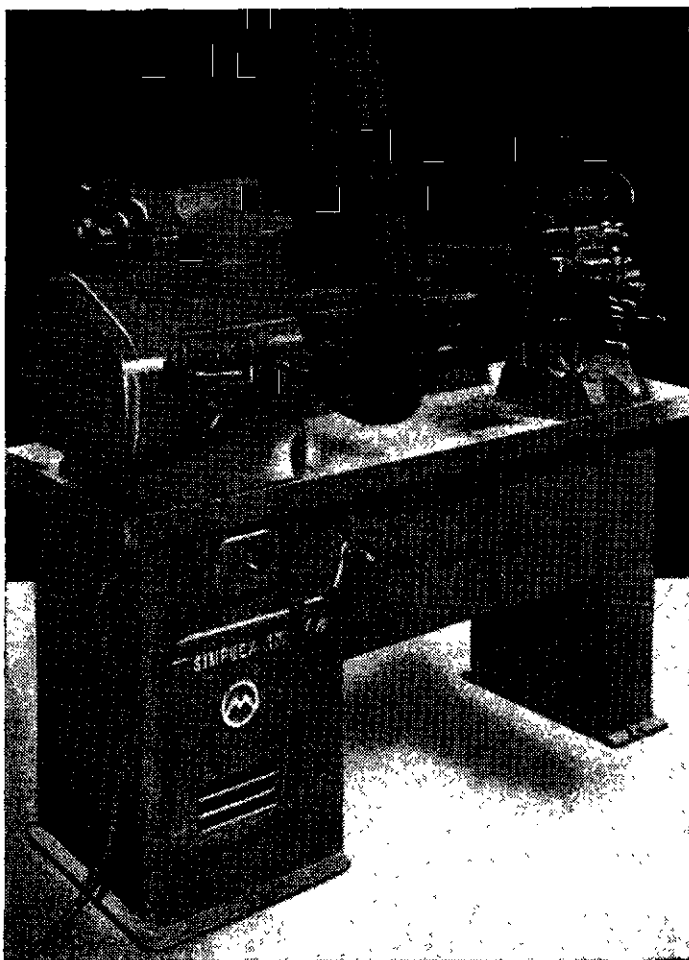

Fig. 1.
b) De veiller spécialement à ce que la corde ne porte sur aucune partie fragile et surtout pas sur la vis-mère. Intercalez à cet effet un bloc de bois s'appuyant contre le banc entre la glissière et la vis-mère (voir exemple fig. 1);